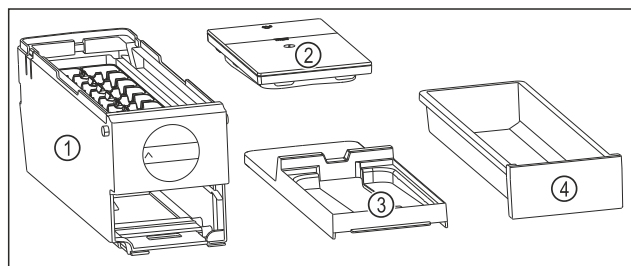

Fig. 91 Компоненти EasyTwist-Ice
- EasyTwist-Ice складається з чотирьох частин. (див. Fig. 91)
- Розбирайте EasyTwist-Ice тільки на зображені компоненти. (див. Fig. 91)
- Очистіть корпус EasyTwist-Ice Fig. 91 (1) без розбирання.